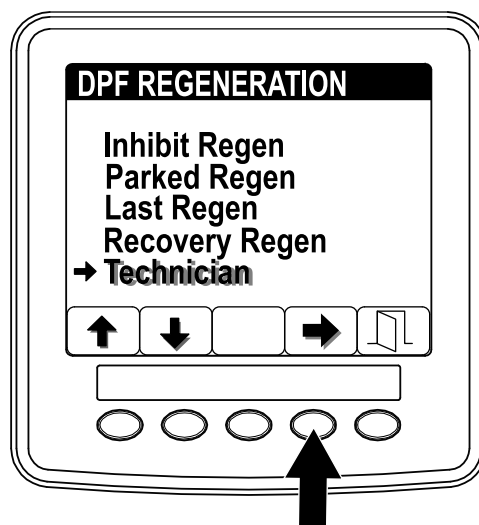

Figura 7
1. Accedete al menu DPF Regeneration e premete i pulsanti 1 o 2 per far scorrere il menu verso il basso fino all'opzione TECHNICIAN (Figura 7).
2. Premete il pulsante 4 per selezionare la voce Technician (Figura 7).